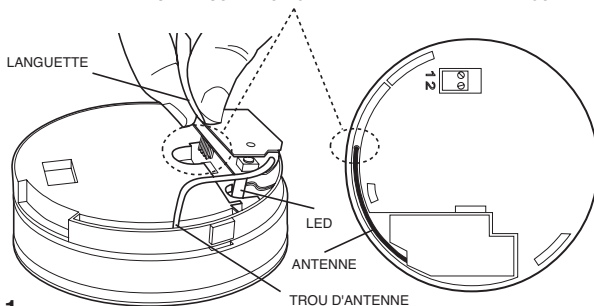

Figure 1
2. Retirez le module RF de son emballage et insérez-le avec précaution à l'arrière du détecteur en tirant la languette (voir figure 1). (Certains modèles de détecteurs peuvent être déjà équipés d'un module RF).